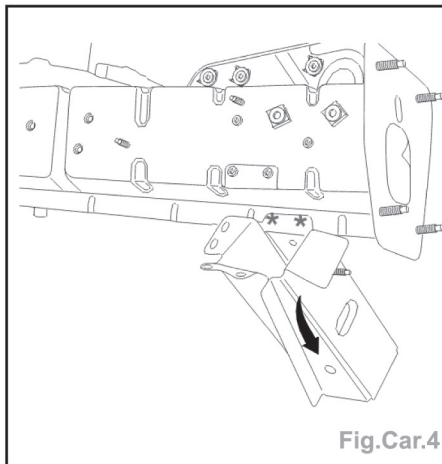

Fig.Car.4
- Déposer la demi-façade AV, découper par meulage des cordons (suivant A) et rabattre l'embout de brancard assemblé (Fig.Car.4).